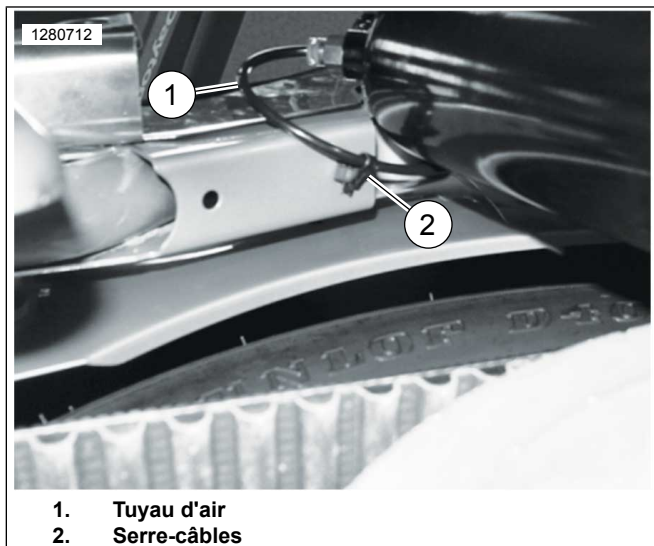

Figure 4. Acheminement des tuyaux d'air pour les modèles 2003 et ultérieurs
- c. **Pour les modèles 2003 et ultérieurs** : voir Figure 4 . Retirer le tuyau d'air de l'amortisseur du côté gauche (1) de la valve pneumatique, et le rediriger sous le support de l'amortisseur supérieur. Utiliser un serre-câbles (2) pour fixer le tuyau d'air comme indiqué et l'empêcher d'être tordu ou pincé. Ré-installer le tuyau d'air sur la valve pneumatique et installer celle-ci dans l'orifice marqué « F » sur le support latéral gauche.